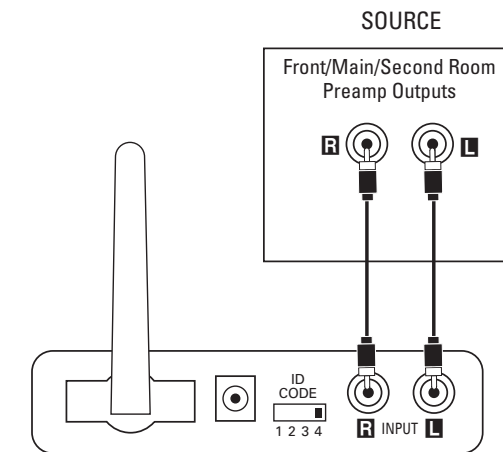

Figure 4.
Étape 1. Branchez le câble de connexion (inclus) entre les sorties préamplifiées avant/principal gauche et droite ou les sorties zone 2 ou les sorties REC et les entrées du module de transmission 14, comme indiqué sur la Figure 4.